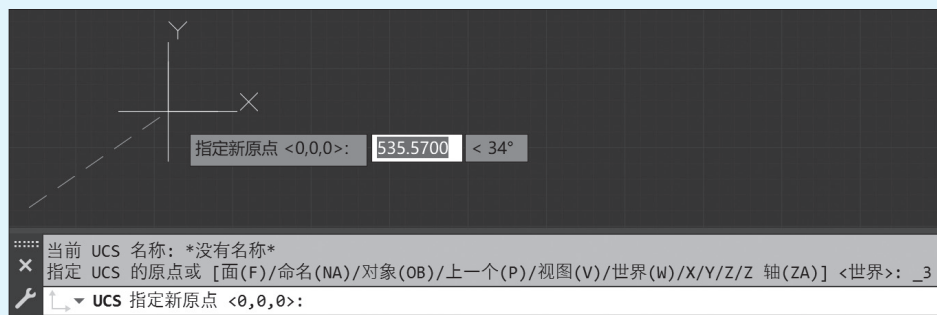

图 1-21 选择新的原点
(1) 在 AutoCAD 绘图区选择用户坐标系，右击，在弹出的快捷菜单中选择“三点”选项，之后重新指定用户坐标系的原点，如图 1-21 所示。